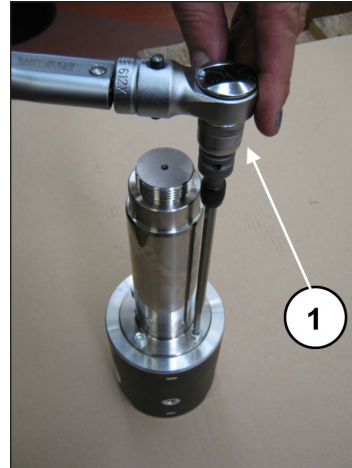

Fig. 46
Bloqueie a guia do pistão no torno com ajuda de ferramenta adequada e realize a calibragem dos parafusos com chave dinamométrica (pos. ①, Fig. 46) como indicado no capítulo 3.